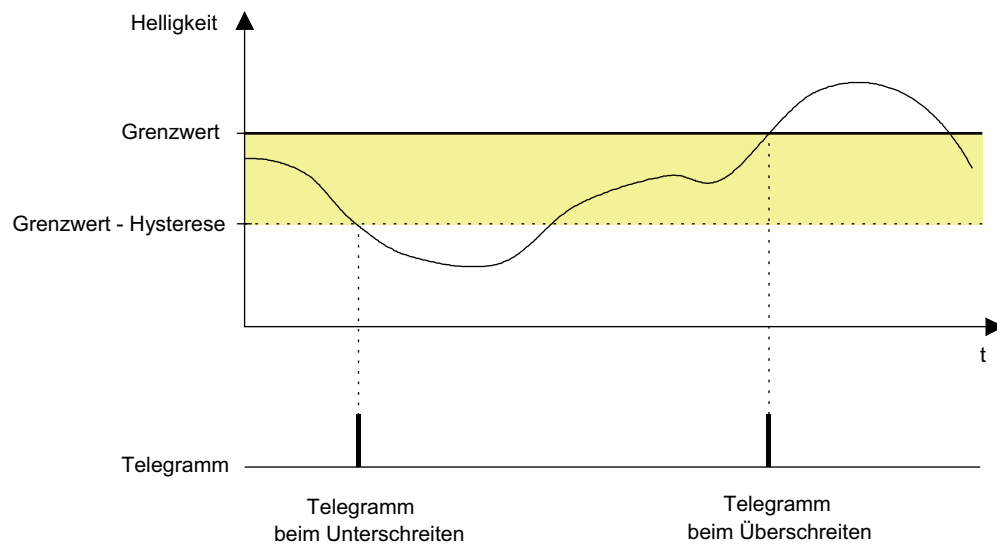

Bild 59: Beispiel 1 zur Grenzwertdefinition
1. Helligkeitsgrenzwert = Obere Schwelle (Bild 59)